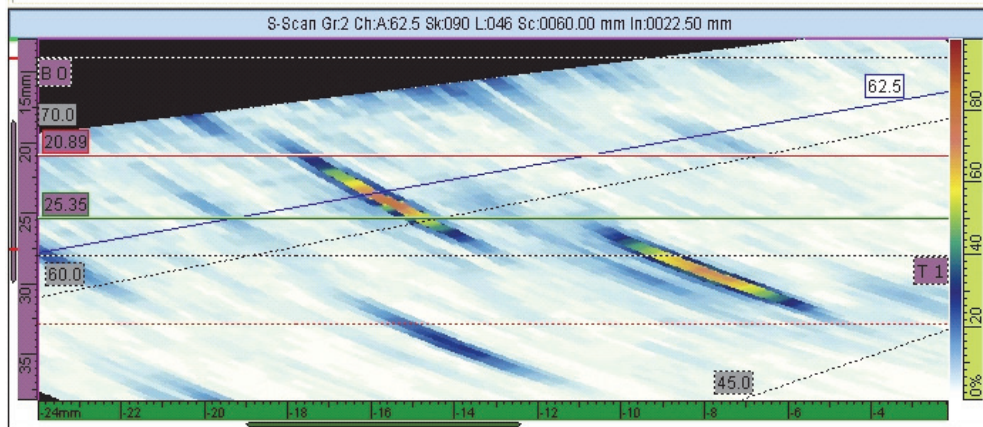

图 9 HTML 报告示例（第一部分和第二部分）
7. 选择 **File** (文件) > **Report** (报告) > **Build** (建立), 在 OmniScan 屏幕上显示 HTML 格式的报告文件 (参见第 27 页的图 8 和第 28 页的图 9)。